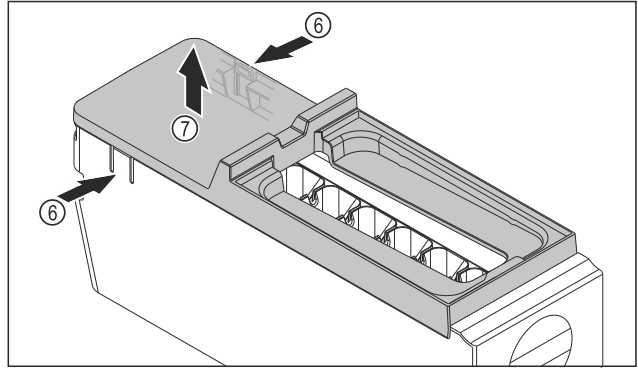

Fig. 132
- EasyTwist-Ice gövdesinin kapağını çıkarın: Kulakları Fig. 132 (6) EasyTwist-Ice gövdesinin iki kenarından bir elinizle çıkarın.
- Kapağı Fig. 132 (7) diğer elinizle yukarı doğru çıkarın.